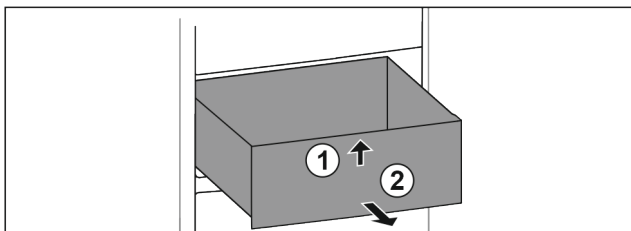

Fig. 120
- Sollevare il cassetto dal davanti. Fig. 120 (1)
- Rimuovere il cassetto tirandolo in avanti. Fig. 120 (2)